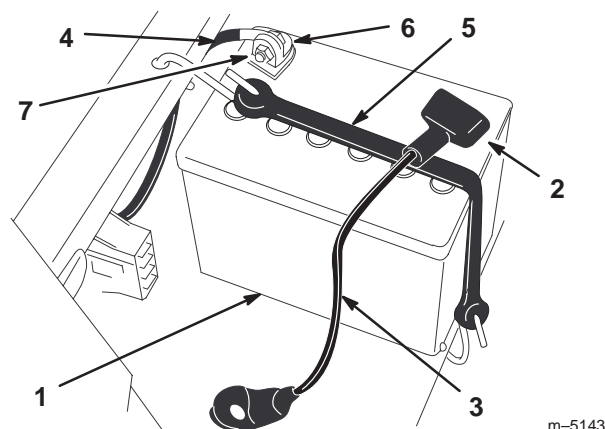

Figure 25
3. Débranchez le câble négatif (noir) de mise à la masse de la borne de la batterie (Fig. 25).
4. Repoussez le capuchon en caoutchouc sur le câble positif (rouge). Débranchez le câble positif (rouge) de la borne de la batterie (Fig. 25).
5. Enlevez la sangle de maintien de la batterie (Fig. 25) et ôtez la batterie de son support.
1. Placez la batterie sur son support, les bornes à l'opposé du panneau de commande (Fig. 25).
4. Fixez les câbles à l'aide de 2 boulons (1/4 x 3/4"), rondelles (1/4") et contre-écrous (1/4") (Fig. 25).
6. Fixez la batterie en place à l'aide de la sangle de maintien (Fig. 25).